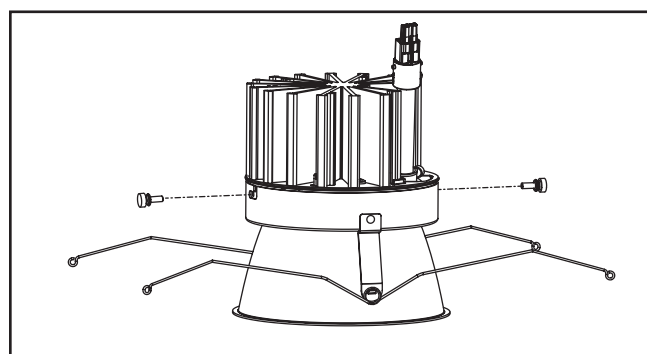

Figure 6.
4. À l'aide des vis à ailettes, attachez solidement la garniture inférieure au moteur lumineux à DEL. Alignez la fiche d'alimentation électrique du moteur lumineux à DEL avec le connecteur du boîtier du cylindre et assemblez-les (Figure 6.).